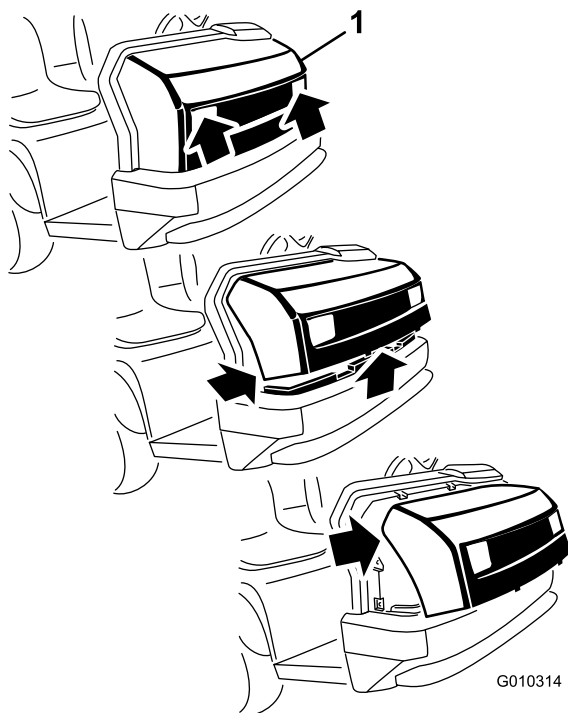

Рисунок 40
1. Удерживая колпак в проемах блок-фар, поднимите его вверх, чтобы вывести нижние монтажные лапки из пазов рамы (Рисунок 40).
2. Наклоните низ колпака вверх настолько, чтобы верхние монтажные лапки можно было извлечь из пазов рамы (Рисунок 40).
3. Наклоните верх колпака вперед и отсоедините кабельные соединители от фары (Рисунок 40).